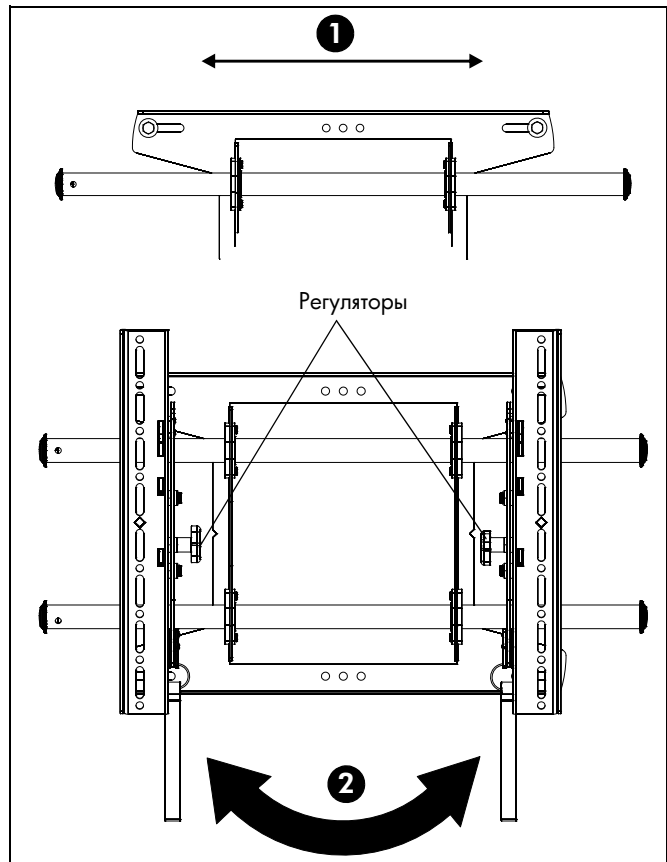

рис. 6
1. Кронштейн можно сдвинуть горизонтально в ту или другую сторону относительно точки крепления. (См. рис. 6)
2. Левый и правый соединительные кронштейны можно поменять местами, используя регуляторы, расположенные с внутренней стороны соединительных кронштейнов модели MTA. (См. рис. 6)